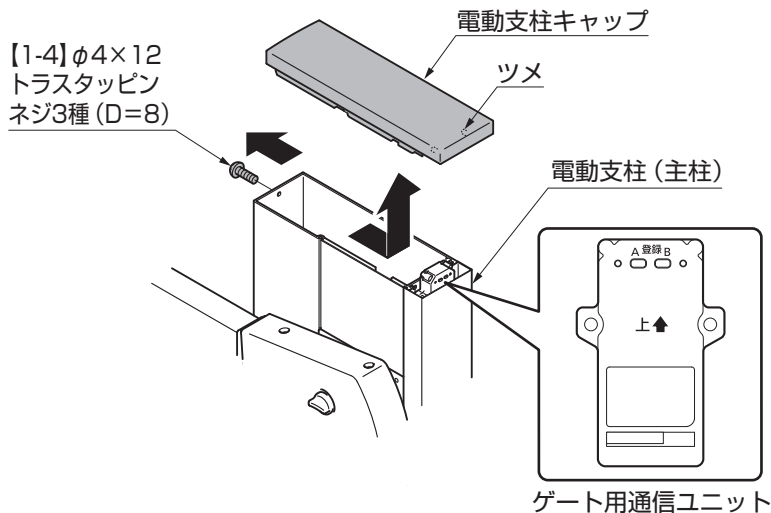

図5-1
- ①【1-4】を取外し、電動支柱キャップを電動支柱(支柱)からスライドさせて取外してください。(図5-1参照)